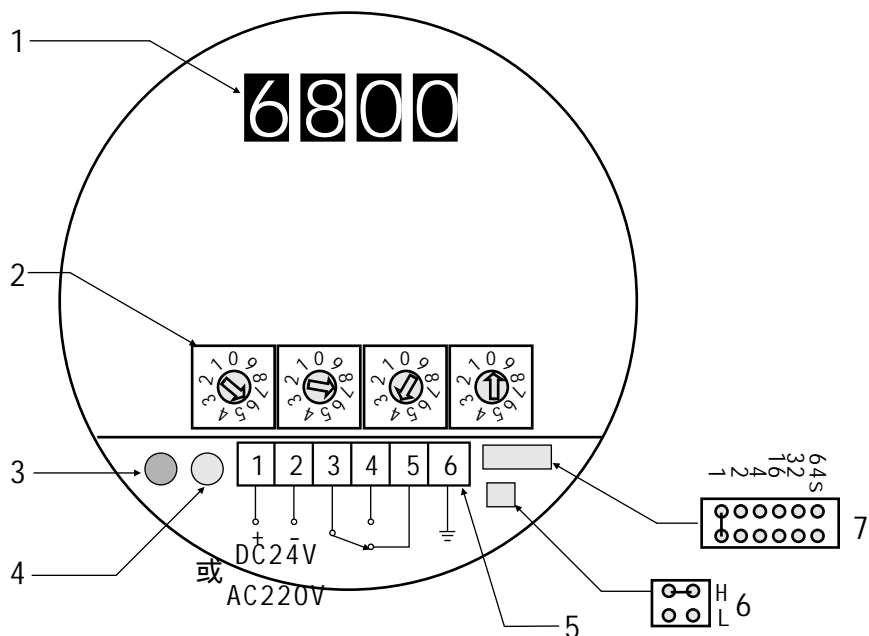

图 8 接线端子及元件分布图
图8所示为本物位开关的元件分布及端子接线。当被测物埋没部份探极时，被测电容量增加，随着被测电容量的增加传感器的输出频率将降低，仪表将传感器输出的“被测频率”用四位数码管显示出来。数码管下面有四位十进制旋转拨码盘用以设置继电器动作的“动作频率”。当“被测频率”由于物埋没探极而降低至小于用户设置的“动作频率”时，继电器动作并输出一个开关量，用于上、下限位报警或控制，所以物位开关的标定就是设置正确的“动作频率”。用户可以按下述步骤对物位开关进行标定：
(1) 将传感器安装于仓上按图8将线接好。在确保空仓的条件下上电预热30分钟。
(2) 用笔抄下此时的“被测频率”值即为“空仓频率”。按表1查出“空仓频率”对应的“频率变化量”，计算出“动作频率”值，计算公式如下：